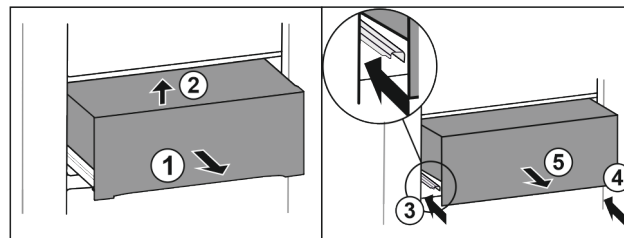

Fig. 38*
- ▶ Zásuvku napůl vytáhněte Fig. 38 (1).*
- ▶ Vpředu nadzvedněte Fig. 38 (2).*
- ▶ Zasuňte levou kolejničku Fig. 38 (3).*
- ▶ Zasuňte pravou kolejničku Fig. 38 (4).*
- ▶ Zásuvku odeberte směrem dopředu Fig. 38 (5).*